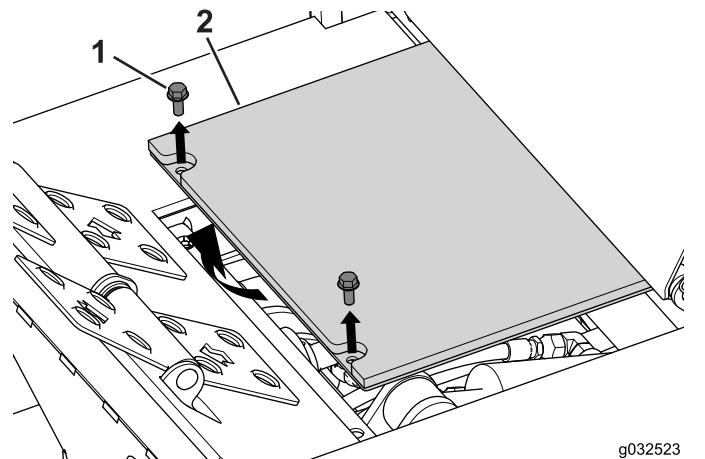

Bild 78
1. Entfernen Sie die zwei Schrauben, mit denen die Bedienerplattform an der Maschine befestigt ist, um an die Zapfwellenverbindung zu gelangen (Bild 78).
5. Befestigen Sie die Bedienerplattform mit den zwei vorher entfernten Schrauben ($\frac{5}{16}$ " x $\frac{3}{4}$ ") am Winterahmen (Bild 78).